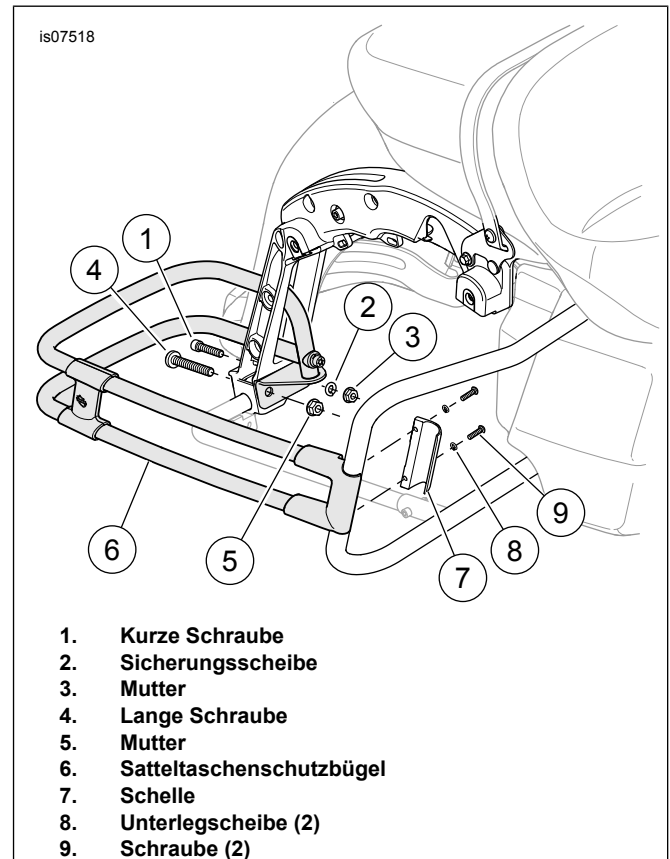

Abbildung 2. Satteltaschenschutzbügel
1. Siehe Abbildung 2. Schraube (1) und Mutter (3) entfernen. Befestigungsteile entsorgen.
2. Schraube (4) und Mutter (5) entfernen. Mutter entsorgen.
4. Siehe Abbildung 2. Schutzbügel an Satteltaschenhalterung anbringen.
- a. Schutzbügel an Satteltaschenhalterung anbringen. Mit kurzer Schraube (1), Unterlegscheibe (2) und Mutter (3) sichern. Befestigungsteile locker lassen.
- b. Die lange Originalausstattungs(OE)-Schraube (4) und Mutter (5) installieren. Befestigungsteile locker lassen.
5. Den vorderen Teil des Schutzbügels (6) auf der Satteltaschenhalterung anbringen.
- b. Mit Klemme (7), Schrauben (9) und Unterlegscheiben (8) sichern.
6. Schraube (4) und Mutter (5) auf ein Drehmoment von 31,2–40,7 N·m (23–30 ft-lbs) anziehen.
7. Schraube (1) und Mutter (3) auf ein Drehmoment von 20,3–27,1 N·m (15–20 ft-lbs) anziehen.